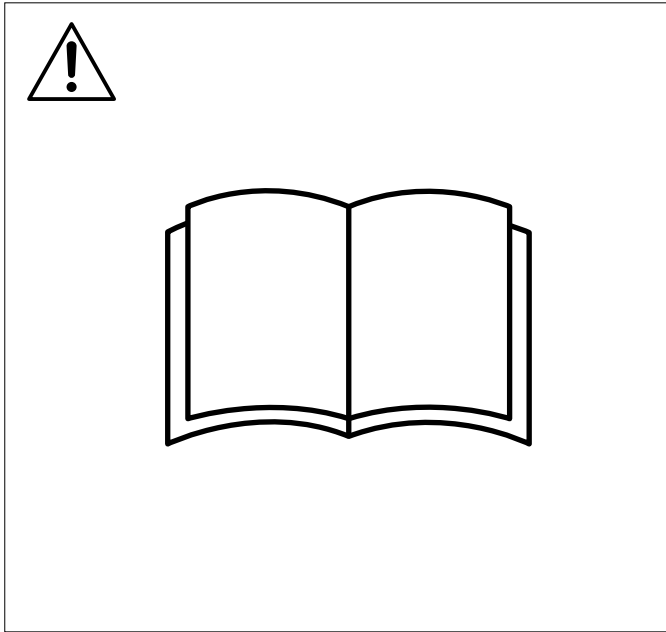

Fig.1
- b** Lea detenidamente el manual de usuario y asegúrese de que entiende las instrucciones antes de usar la máquina (Fig. 1).
- b** Перед началом работы внимательно прочитайте руководство по эксплуатации и убедитесь, что понимаете приведенные здесь инструкции (Fig. 1).
- b** Prima dell'uso, leggere per intero il manuale dell'operatore e accertarsi di aver compreso le istruzioni (Fig. 1).